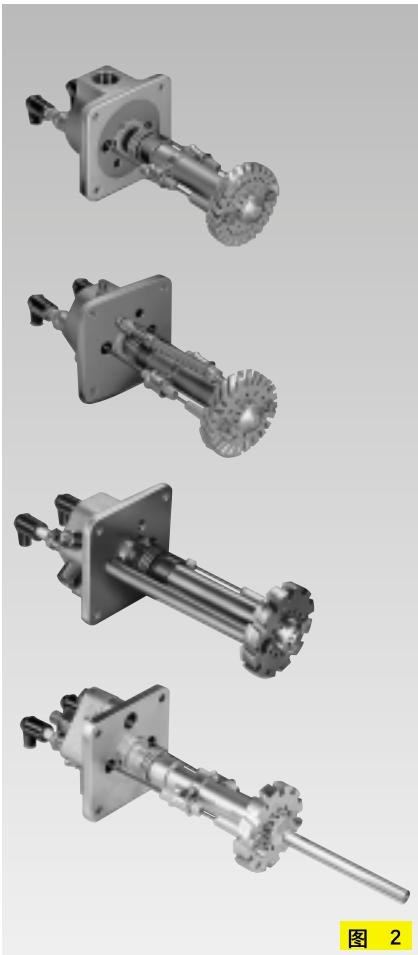

图 2
2. Brennereinsatz (Fig. 2)
2. Burner insert (Fig. 2)
2. 烧嘴芯 (图 2)